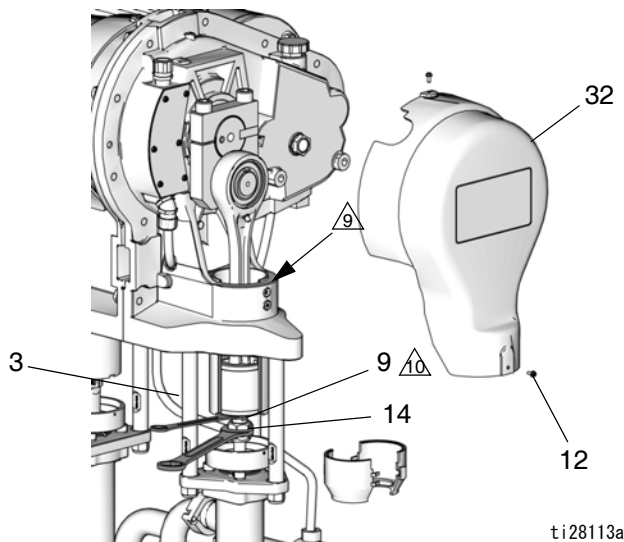

図 16. 結合ナットの取り外し
1. モーターを小刻みに運転し、修理中の側にあるポンプをそのストロークの下端に移動します。これにより結合ナット (14) へのアクセスが可能になります。
4. 2 本のネジ (12) およびカバーを外します。図 16 にはスタンド側のカバー (32) が示されています。モーター側のカバーは (21) です。